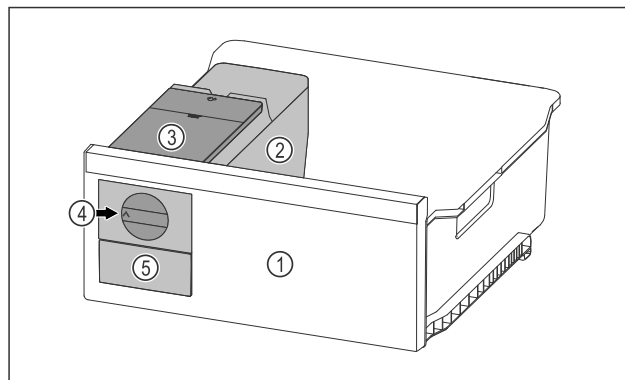

Fig. 120 Примерное изображение
- Поверните поворотную кнопку Fig. 120 (4) по часовой стрелке до упора.
- ▷ Кубики льда упадут из ванночки для кубиков льда в выдвижной ящик для кубиков льда Fig. 120 (5).